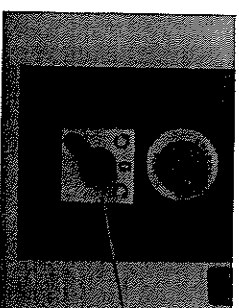

Fig.4.7.1.1
Commutare il selettore manuale/pedaliera nella modalità di lavoro che si desidera, successivamente azionare il "pulsante di marcia" nel caso si sia scelto manuale (selettore a dx) oppure premere il pedale nel caso si sia scelto la modalità pedaliera (selettore a sx), come da fig. 4.7.1.2:
Qualora l'inceppamento non si risolve potrebbe essere necessario fermare la macchina riportando l'interruttore generale (FASE 1 -- Fig. 4.7.1.4) nella posizione di arresto "0", aprire la protezione mobile e ruotare il volante allentando la stella del cavo (Fig. 4.7.1.5). Dopo tale operazione ripetere il posizionamento del cavo da pelare all'interno della macchina, come da procedura descritta al § 4.8 e ripetere per intero la procedura di accensione.
- Che la macchina non sia collegata alla rete elettrica oppure che l'interruttore generale sia in posizione 0 (vedi Fig. 4.7.1.1) con tasto di emergenza inserito (vedi fig. 4.7.3);